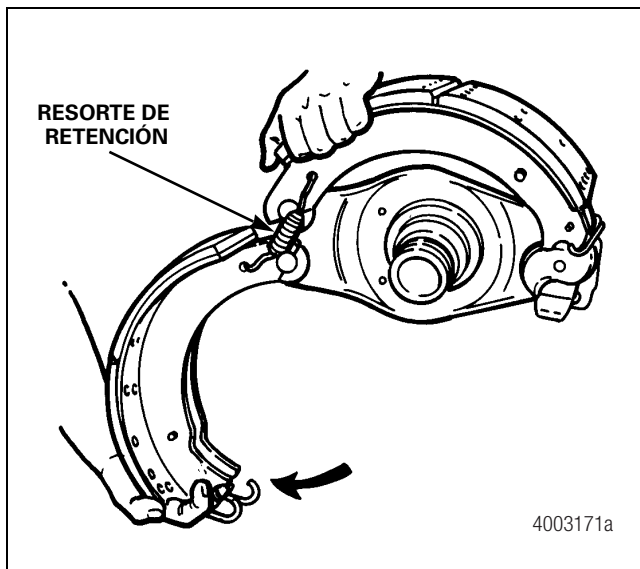

Figura 3.13
4. Gire la zapata inferior para liberar tensión en los dos resortes de retención. Desmonte los resortes y las zapatas del freno. Figura 3.13.